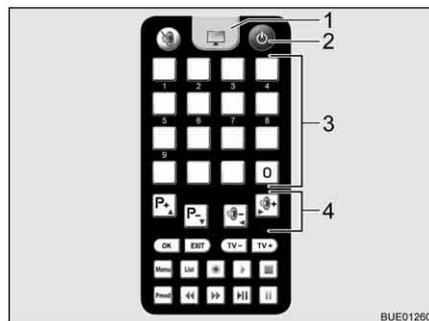

Fig. 23 Mando a distancia del televisor
- Pulsar la tecla "☰" (Fig. 23,2) del mando a distancia para el televisor. La instalación conmuta al modo de búsqueda. Suena un pitido permanente.
- Para cambiar a la recepción de televisión, pulsar la tecla de televisión (Fig. 23,1) del mando a distancia para el televisor. El pitido cesa. Aparece una imagen en la pantalla.
- Seleccionar la emisora deseada con las teclas de memoria (Fig. 23,3) del mando a distancia para el televisor o con las teclas de función (Fig. 23,4).